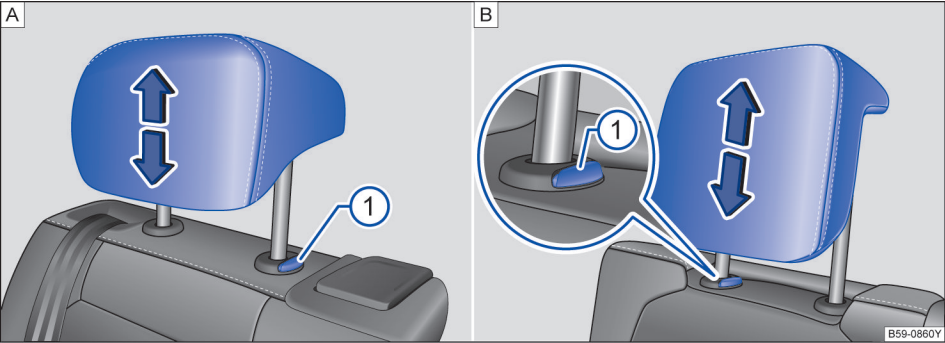

图 82 A. 调节第二排座椅头枕 B. 调节第三排座椅头枕
- 按住按钮→图 82①，同时沿箭头方向上推或下压头枕即可将头枕调整至合适高度→▲。